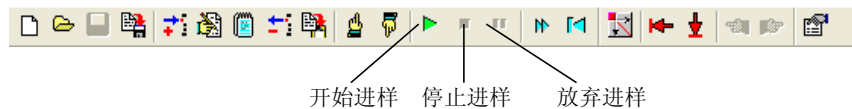

图 3-32
1.1.4 进样处理。启动采样、停止采样和放弃采样。如图 3-32 所示：